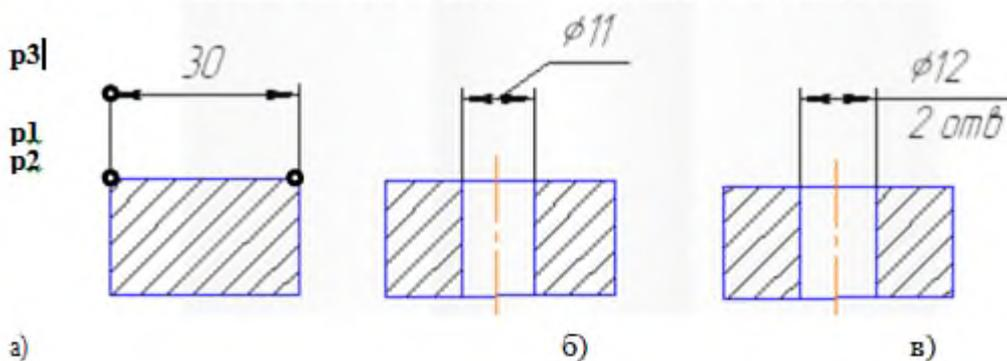
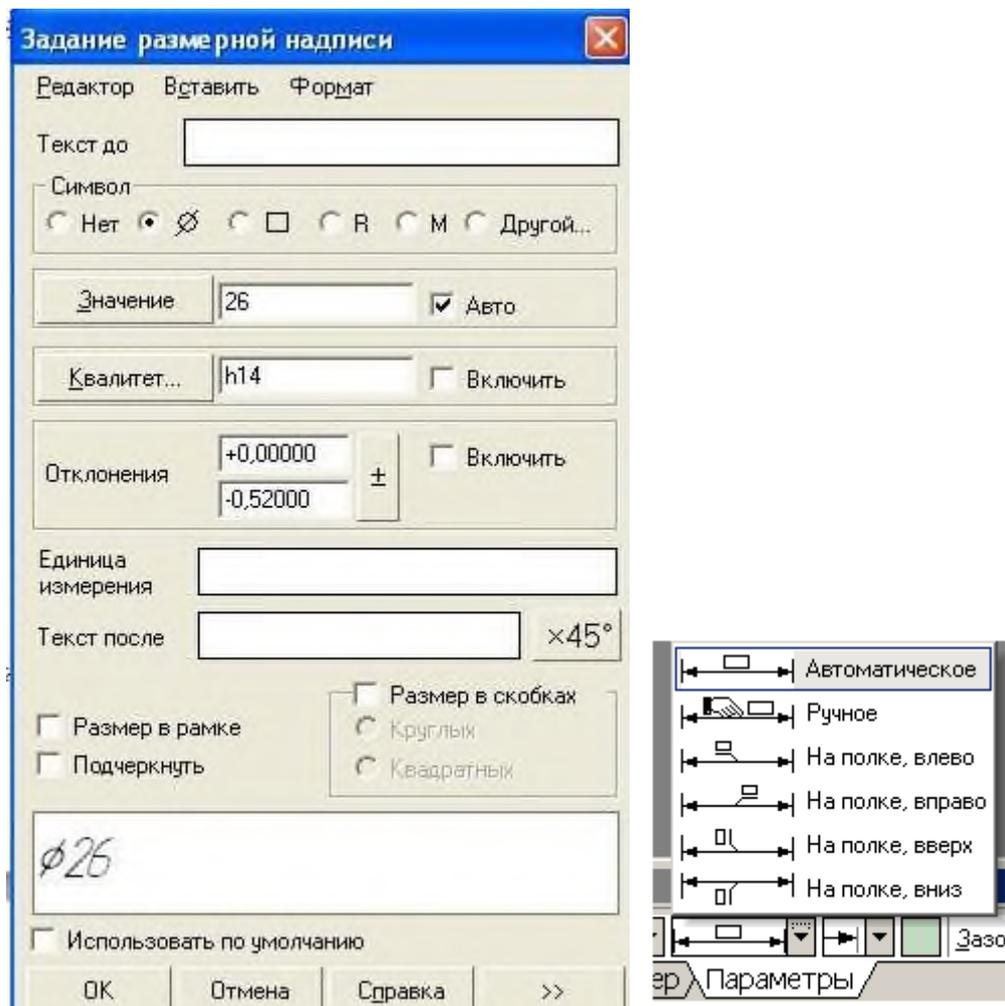

Рис. 2.8. Варианты нанесение линейных размеров.
Рис. 2.9. Содержание окна **Задание размерной надписи** и закладки **Параметры**.
3. Указать графическим курсором точку **p1** – начало первой выносной линии (рис.2.8а).
Для нанесения линейного размера со знаком диаметра и на полке (рис. 2.8б) необходимо после задания двух точек начала выносных линий (точек **p1** и **p2**) щелкнуть графическим курсором в окне **Текст Панели свойств**, затем в окне **Задание размерной надписи** указать необходимый символ (рис. 2.9а).
на полке вправо ... (рис. 2.9б).
Для нанесения линейного размера со знаком диаметра с указанием количества отверстий (см. рис. 2.9в) необходимо после задания двух точек начала выносных линий (точек **p1** и **p2**) щелкнуть графическим курсором в окне **Текст Панели свойств**, в окне **Задание размерной надписи** указать символ знака диаметра, а затем щелкнуть на кнопке  и в окне **Текст под размерной надписью** набрать текст **2** отв. После этого щелкнуть на кнопке **ОК** (рис. 2.9а).